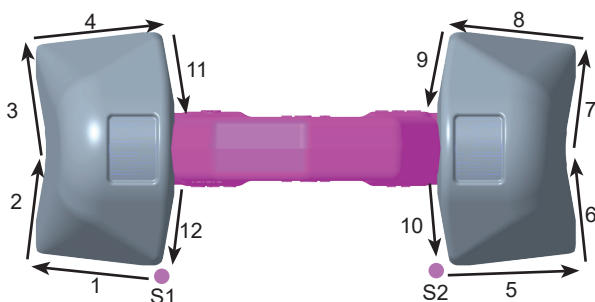

Abb. 1: Schweißreihenfolge Wurzellage (S = Startpunkt)
- Beginnen Sie am Startpunkt S1 und schweißen Sie in der Folge die Abschnitte 1 - 4 (Abb. 1).